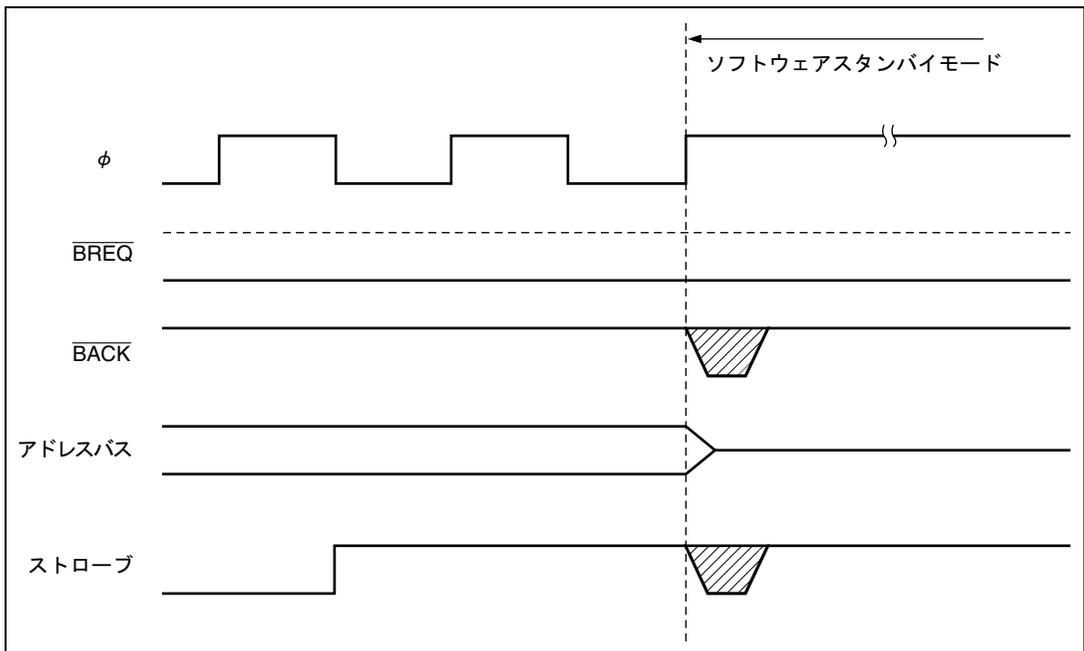

図 6.36 バス解放状態とソフトウェアスタンバイモード
- (3) バスサイクルがウェイトステートの挿入により長く続く場合も、外部バス権解放状態と同様に、最初の要求が保持されます。
- (4) ソフトウェアスタンバイモードへ遷移するとき、外部バスマスタからのバス権要求が競合すると、ソフトウェアスタンバイモードへの遷移時にBACKとストローブの状態が不確定になる場合があります (図6.36参照)。